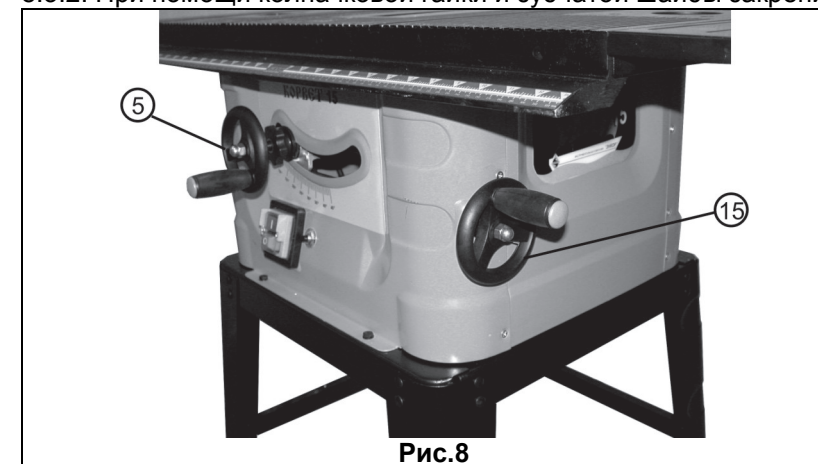
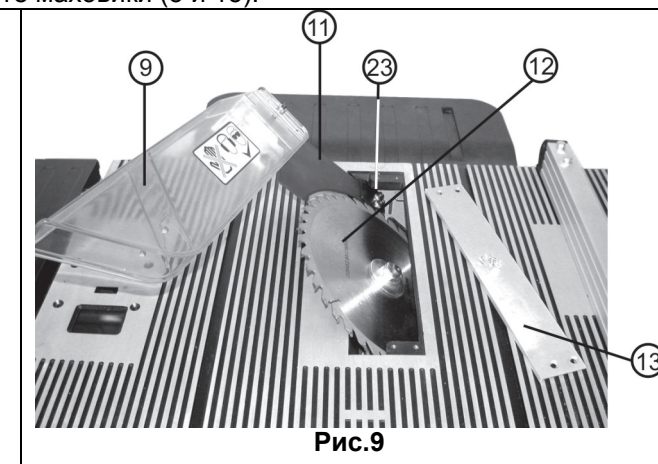
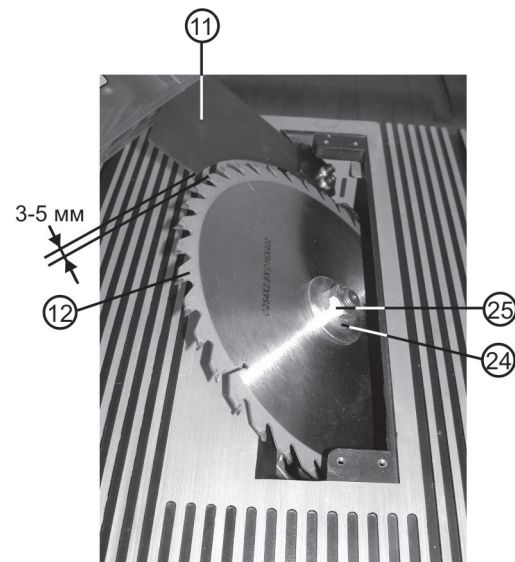

Рис.8
Рис.9
Рис.10
8.3. Установка маховиков (Рис.8)
8.4. Установка защитного кожуха с расклинителем (Рис.9)
Выкрутите четыре установочных винта, снимите вкладыш стола (13). С помощью рукояток (5 и 15), Рис.8, приведите пильный диск (12) в положение, показанное на Рис.9. Ослабьте два винта (23) с внутренней шестигранной головкой с помощью шестигранного ключа и установите расклинитель (11) так, чтобы винты (23) вошли в пазы расклинителя (11). Расклинитель (11) установите таким образом, чтобы зазор между зубьями пильного диска (12) и дугой внутреннего радиуса расклинителя (11) составлял от 3мм до 5мм, Рис. 10. Затяните два установочных винта (23) расклинителя (11). Закрепите защитный кожух (9) на расклинителе (11).
8.5. Замена пильного диска (Рис.10)
8.5.1. Снятие пильного диска (Рис.10)
8.5.2. Установка пильного диска (Рис.10)
ВНИМАНИЕ: Перед установкой пильного диска следите, чтобы зубья пильного диска были направлены вниз в передней части пилы (Рис.10).